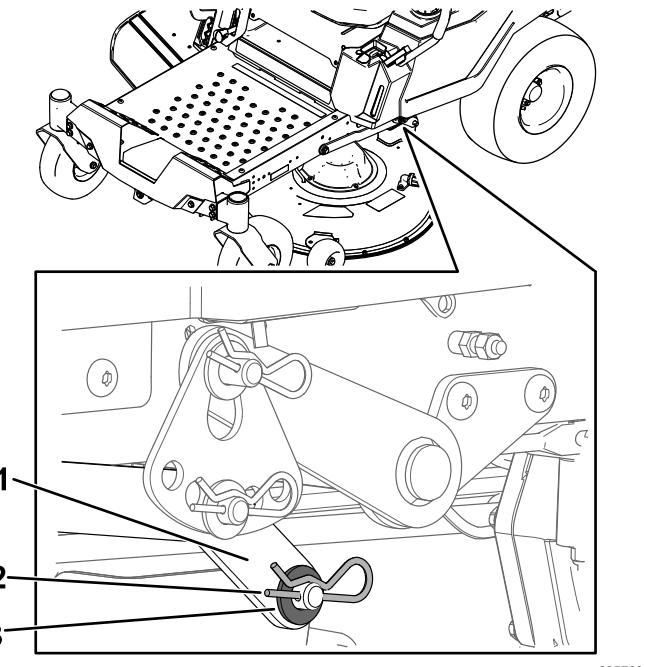

Figure 74
7. D'un côté de la machine, retirez la rondelle et la goupille fendue de l'axe du plateau (Figure 74).
6. Installez le bras de levage avec la rondelle et la goupille fendue (Figure 74).
5. D'un côté de la machine, soulevez l'arrière du plateau de coupe et installez le bras de levage sur l'axe du plateau (Figure 74).